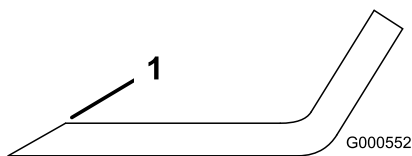

Figura 79
- Utilize uma lima para afiar aresta de corte em ambas as extremidades da lâmina (Figura 79).
Nota: Se lâmina não estiver equilibrada, lime algum metal da extremidade da aba apenas (Figura 79).